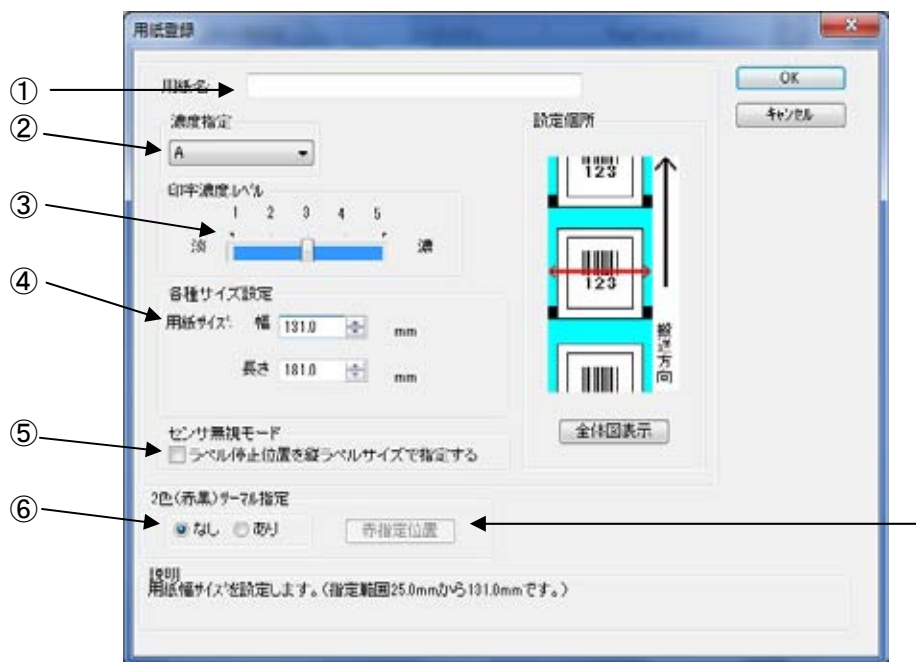
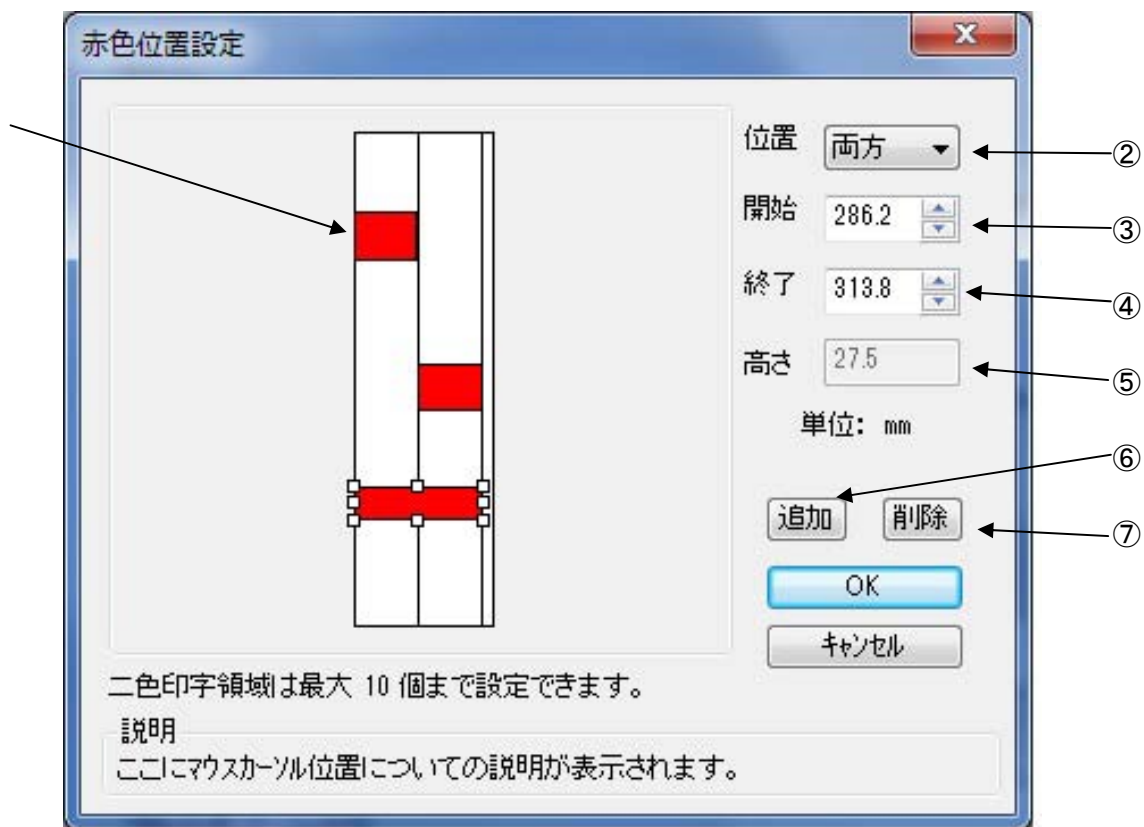

図 1.6.2 用紙登録画面
図 1.6.3 赤色位置設定画面
- ①使用する用紙を選択します。使用する用紙が登録されていない場合は⑤「用紙登録」により登録してください。
- ②用紙搬送方向に対する印刷方向を設定します。
- ③印字レイアウトの基点を補正します。通常は0です。
- ④各仕様のプリンタにおける、用紙搬送量を補正します。
- ⑤「用紙登録」ボタンをクリックすることにより、図 1.6.2 に示す「用紙登録」画面が表示されます。「用紙編集」をクリックした場合は選択された用紙の編集になります。
- ⑥チェックしておくことにより、「用紙登録」を選択した際の初期値に、「用紙名」に表示されている用紙の設定値を適用します（フリーサイズの設定値は適用できません）。
- ⑦「用紙名」に表示されている登録済み用紙を削除します。
- ⑧「フリーサイズ」用紙の編集をします。図 1.6.3 に示す画面が表示されます。
ボタンクリック時には、図 1.6.3 に示す画面が表示されます。
設定内容は、図 1.6.2 と同じになります。